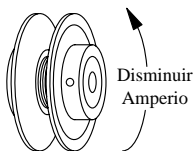

Fig. 9
- **Ajuste la polea si es necesario.** Si la lectura de amperio es menos del valor especificado del motor, apague la unidad y quite el panel de inspección (la tapa para modelos ADA35 y ASA35). Desconecte el motor dentro de la caja para protegerse en caso de que alguien intente poner en marcha el aparato mientras usted está trabajando. Esto hay que hacerlo por su propia seguridad. Ajuste la polea a un diámetro mas grande y vuelva a ajustar la tensión de la correa. Conecte el motor, coloque el panel y compruebe de nuevo el amperio. Repita estos pasos hasta obtener la lectura de amperio correcta. El incrementar el diámetro de la polea, incrementa también el amperio; el disminuir el diámetro de la polea, disminuye también el amperio (véase fig. 9).